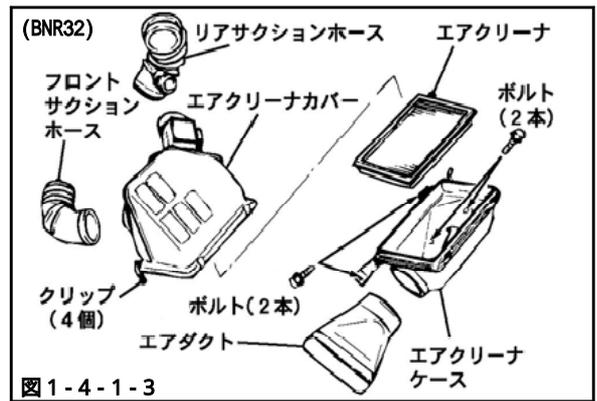

図1-4-1-3
- (1) リアエアフロメータから、コネクタを取外してください。(図1-4-1-1)
- (2) ホースバンドをゆるめてください。(図1-4-1-1)
- (3) フロントエアフロメータから、コネクタを取外してください。(図1-4-1-2)
- (4) ホースバンドをゆるめてください。(図1-4-1-2)
(5) クリップ(4個)を外し、エアクリーナカバーを取外してください。(図1-4-1-3)
(6) エアクリーナを取外してください。(図1-4-1-3)
(7) ボルト(ケース内側2本, 外側2本)を取外し、エアクリーナケースを取外してください。(図1-4-1-3)